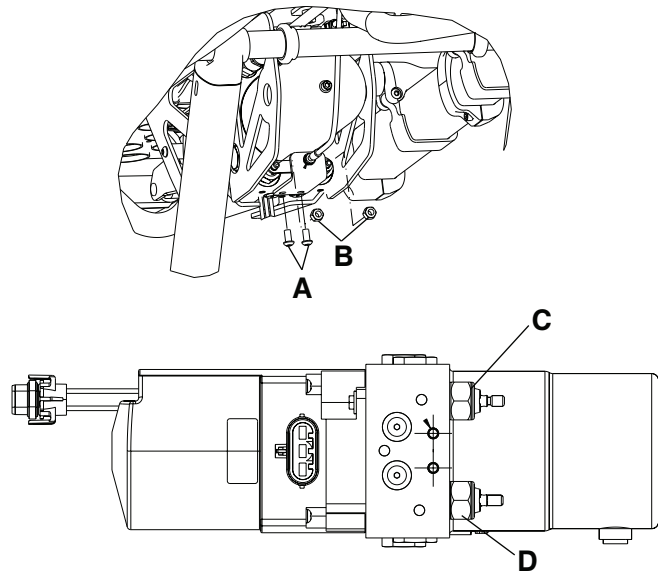

Figure 12 – Vanne de déblocage manuel hydraulique
3. À l'aide d'une clé Torx T27, retirer les deux vis d'assemblage à tête ronde (A) qui fixent le support du câble de libération manuelle au bas du sous-ensemble hydraulique (Figure 12).
5. À l'aide d'une clé mixte de 7/16 po, retirer l'écrou hexagonal en Nylock (B) de chacune des tiges de vanne (Figure 12).
6. À l'aide d'une clé à 6 pans de 7/8 po, retirer la vanne (C ou D) à remplacer (Figure 12).